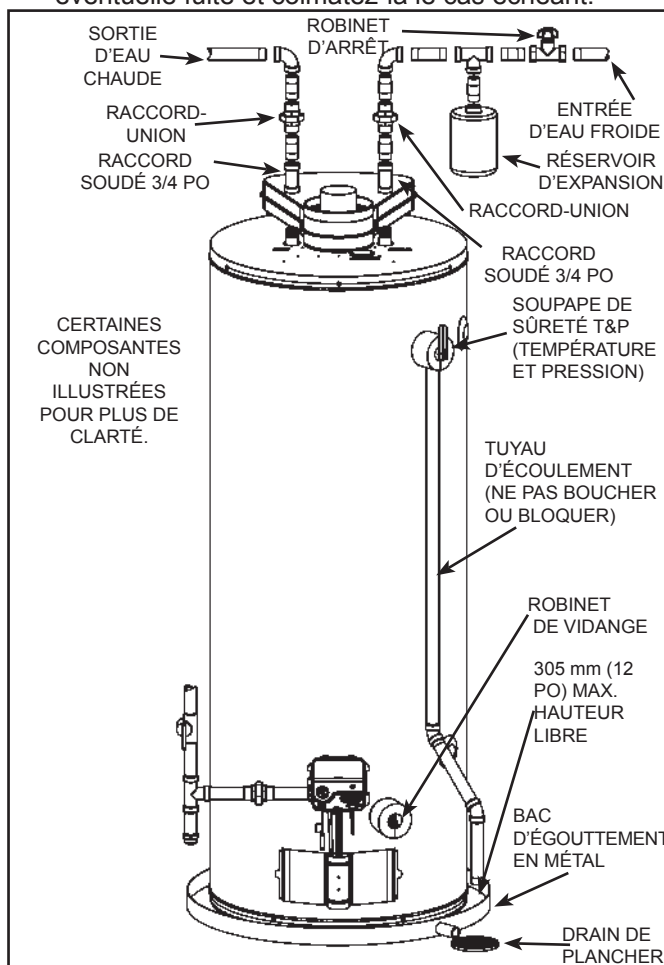

Figure 9
Les tuyaux, les raccords et la robinetterie devraient être installés conformément au schéma d'installation (voir Figure 9). Si l'emplacement intérieur choisi risque d'être exposé au gel, les conduites d'eau doivent être isolées.
1. Les tuyaux, les raccords et la robinetterie doivent être installés comme illustré (Figure 9). Raccordez le tuyau d'alimentation en eau froide (3/4 po NPT) au raccord d'entrée d'eau froide du chauffe-eau. Raccordez le tuyau d'alimentation en eau chaude (3/4 po NPT) au raccord de sortie d'eau chaude du chauffe-eau.
Figure 9 illustre une méthode de raccordement habituelle d'un chauffe-eau à un réseau de distribution d'eau. Le chauffe-eau est muni de raccords de 3/4 po NPT.
1. Refermez le robinet de vidange du chauffe-eau en faisant pivoter sa poignée vers la droite (sens horaire). Le robinet de vidange se trouve sur la partie inférieure avant du chauffe-eau (voir Figure 9).